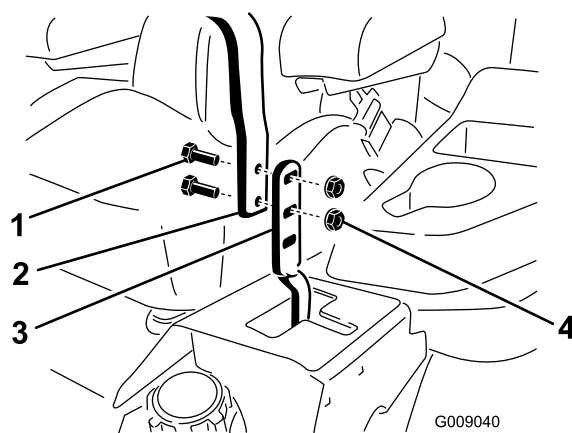

Figure 79
3. Desserrez les boulons et les écrous à embase situés dans les leviers (**Figure 79**).